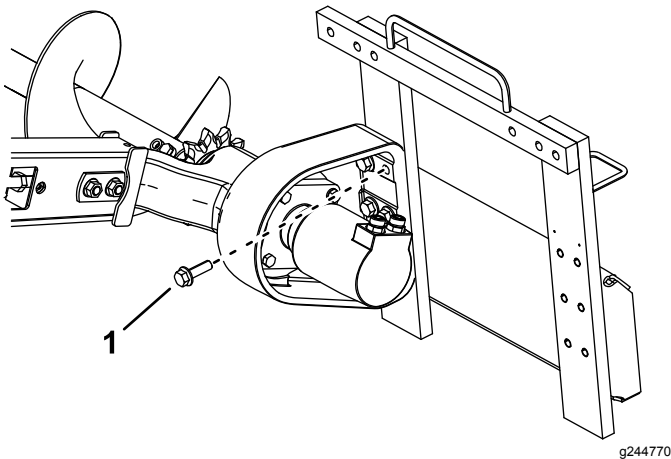

Bild 8
- Schraube (6)
- Befestigen Sie den Kopf mit den sechs vorher entfernten Schrauben am Rahmen (**Bild 8**).